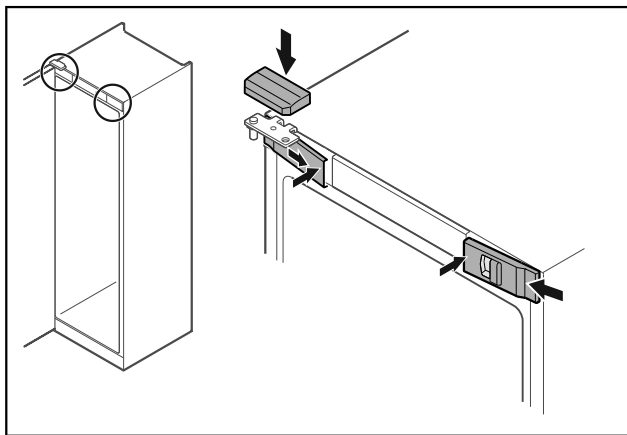

Fig. 46 *
- Αναρτήστε τα μπροστινά καλύμματα Fig. 46 (1) στο πλάι και κουμπώστε τα εσωτερικά.*
- Κουμπώστε το επάνω κάλυμμα Fig. 46 (2) από πάνω.*